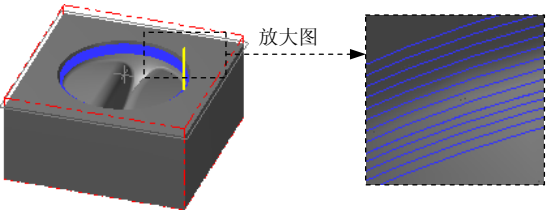

图 4.24 刀具路径
(3) 设置刀具参数。单击“定义刀具-机床群组-1”对话框中的 **参数** 选项卡，在 **进给速率** 文本框中输入值 200.0，在 **下刀速率** 文本框中输入值 100.0，在 **提刀速率** 文本框中输入值 500.0，在 **主轴转速** 文本框中输入值 3000.0。
(4) 设置冷却方式。在 **参数** 选项卡中单击 **Coolant...** 按钮，系统弹出“Coolant...”对话框，在 **Flood**（切削液）下拉列表中选择 **On** 选项。单击该对话框中的 **✓** 按钮，关闭“Coolant...”对话框。
(5) 单击“定义刀具-机床群组-1”对话框中的 **✓** 按钮，完成刀具参数的设置。
Step8. 单击“曲面精加工流线”对话框中的 **✓** 按钮，同时在图形区生成图 4.24 所示的刀具路径。